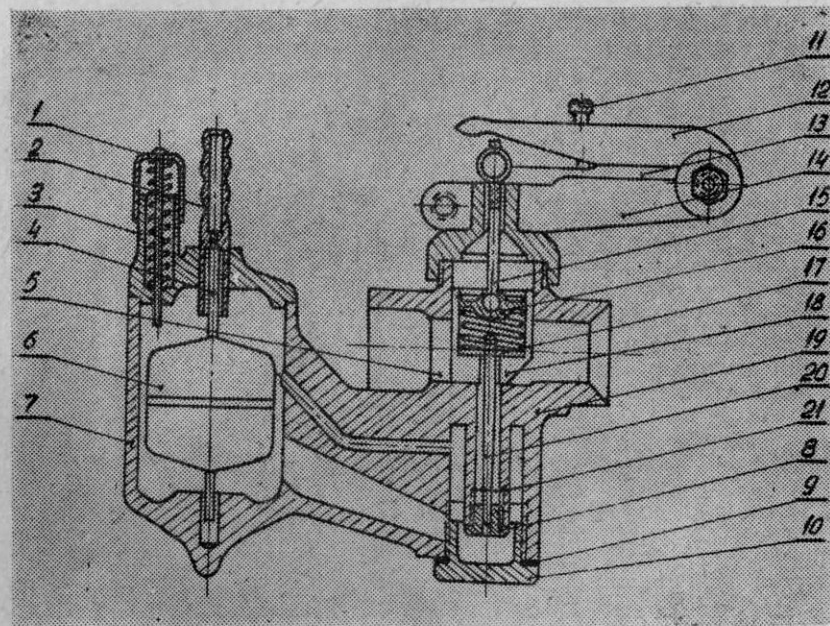

Рис. 1. Схема карбюратора
На двигателе, устанавливается карбюратор типа К-26А (рис. 1)
3. Отвернуть винты крышки поплавковой камеры и снять крышку (3). (Рис. 1).
4. Вынуть поплавок (6) с запорной иглой (4) и промыть полость поплавковой камеры.
5. Отвернуть нижнюю крышку карбюратора (10), вывернуть жиклер (8) и продуть его отверстие. Ни в коем случае нельзя промывать жиклер проволокой.
При заводской сборке игла жиклера обычно ставится в верхнее крайнее положение. Для обеднения смеси следует снять с карбюратора кронштейн рычага дросселя (14) (рис. 1) вместе с дроссельным золотником (18), предварительно отсоединив тягу от регулятора оборотов. Вынуть из золотника гнездо (16) и, сняв замок иглы жиклера (17), поставить его выше на 1 канавку. Следует обратить особое внимание на правильность установки замка иглы, так как в противном случае игла может упасть при работе двигателя.